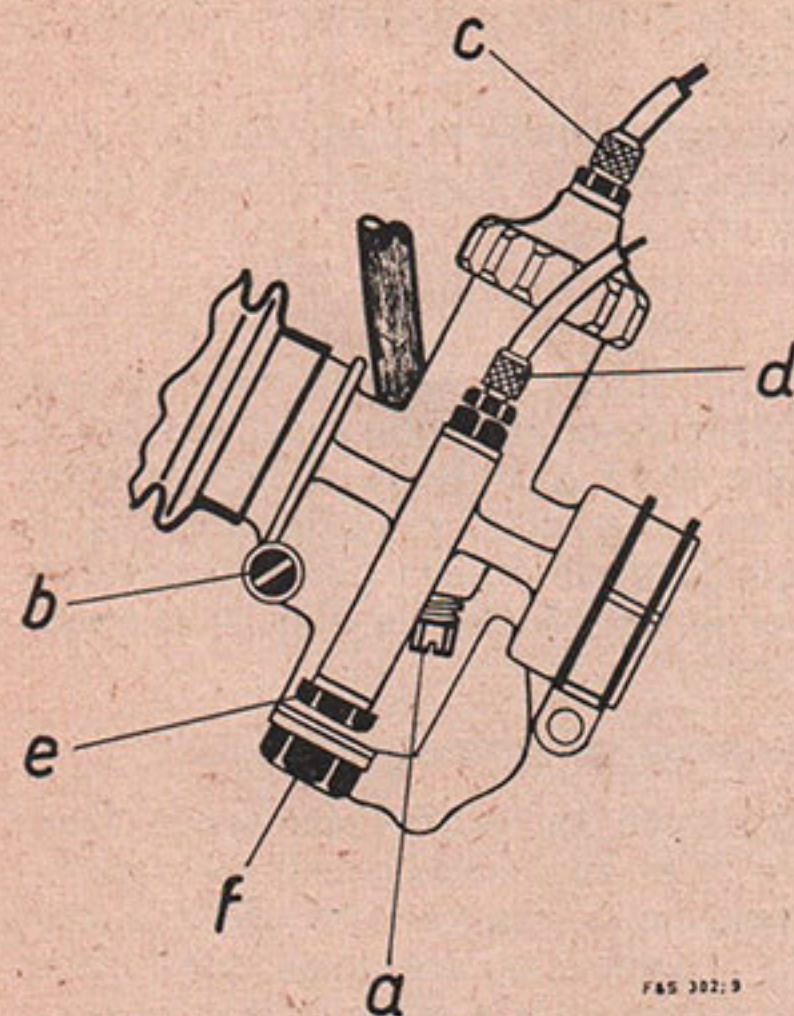

Figure 6
**Nettoyage du gicleur principal:** enlever la vis-bouchon de la chambre de gicleur f (fig. 6), dévisser le gicleur principal (clé de 8 mm) du gicleur à aiguille.
- visser la vis-butée a (fig. 6) de boisseau jusqu'à ce que le moteur chaud tourne – la poignée des gaz étant fermée – au ralenti accéléré,
- visser la vis de réglage d'air b (Fig. 6) jusqu'à la butée aisément perceptible et la dévisser ensuite (environ un demi-tour) de telle sorte que le moteur tourne bien rond et sans à-coups.